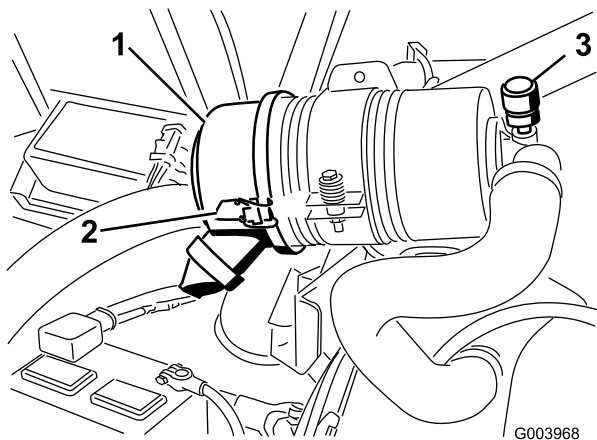

Figura 52
Faça a manutenção ao filtro de ar apenas quando o indicador de manutenção (Figura 52) o exigir. Mudar o filtro de ar antes de ser necessário apenas aumenta a possibilidade de entrar sujeira no motor quando se retira o filtro.
1. Liberte os trincos que fixam a cobertura do filtro de ar ao respetivo corpo (Figura 52).